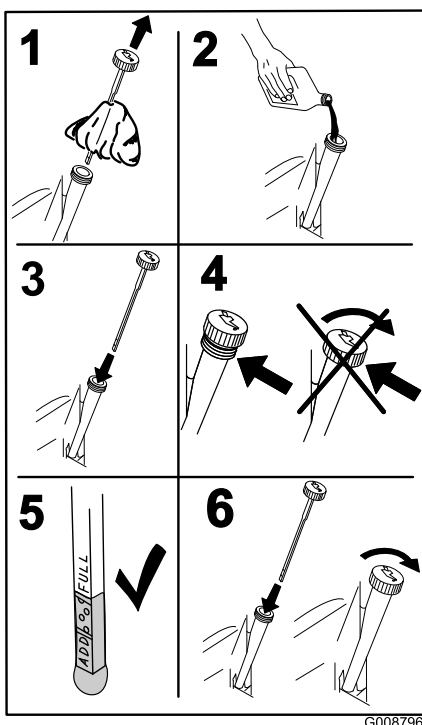

Figure 38
5. Versez lentement environ 80% de l'huile spécifiée dans le tube de remplissage puis faites l'appoint lentement jusqu'à ce que le niveau atteigne le repère du plein (**Full**) (Figure 38).